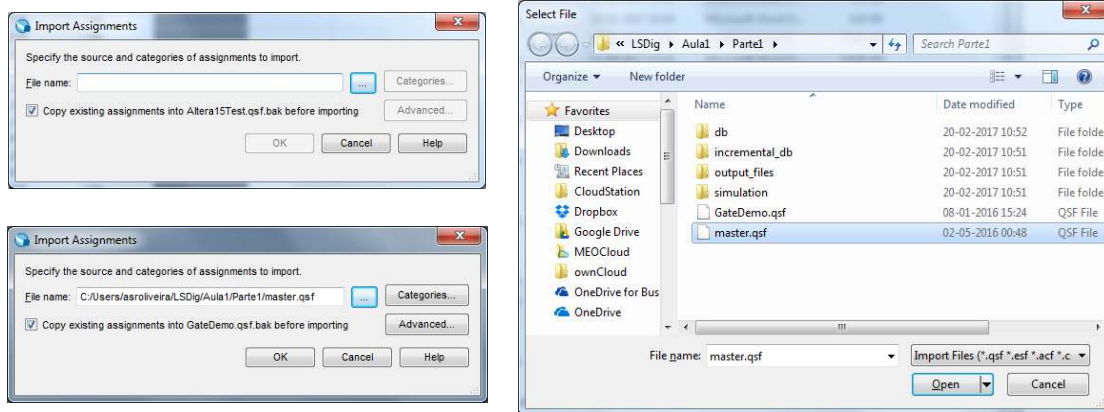

Figura 23 – Seleção e importação do ficheiro “master.qsf” com as definições dos pinos da FPGA ligados aos dispositivos do kit.
15. Para implementar o circuito em hardware real (FPGA), importe agora as definições de pinos da FPGA da placa de desenvolvimento que vai usar (localização física dos pinos aos quais estão ligados à FPGA os vários dispositivos da placa – e.g. LEDs, interruptores, displays, etc.). Para tal use o menu “*Assignments→Import Assignments*” (Figura 23).